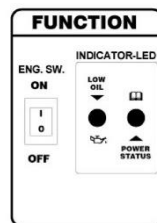

Рис.12
2. Выключите двигатель, переведя переключатель двигателя в положение OFF (рис. 12).